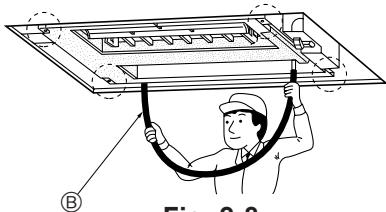

Fig. 2-8
- Ελέγχετε ώστε οι τέσσερις γωνίες να είναι σε επίπεδη θέση (αλφαδιασμένες) χρησιμοποιώντας ένα αλφάδι ή έναν διαφανή πλαστικό σωλήνα με νερό. (Fig. 2-8)